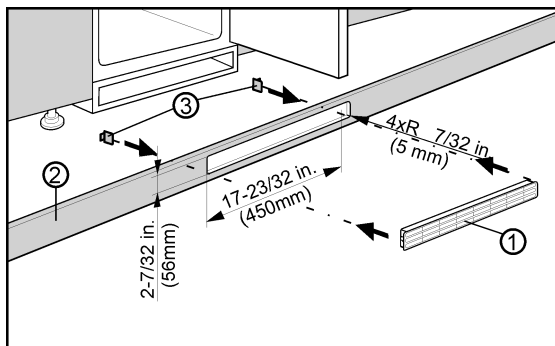

Fig. 8
La ventilación inferior a través del fondo del mueble de cocina se puede practicar con la rejilla de aire Fig. 8 (3) suministrada o mediante un orificio de ventilación con un área de sección transversal de al menos 31 in² (200 cm²). Si utiliza la rejilla de aire Fig. 8 (1) suministrada, proceda de la siguiente manera:
- ▶ Instale la rejilla de aire Fig. 8 (1) en el hueco del fondo del mueble de cocina Fig. 8 (2).
- ▶ Inserte los conectores de resorte Fig. 8 (3) por detrás en la rejilla hasta que los ganchos toquen el fondo del mueble de cocina.